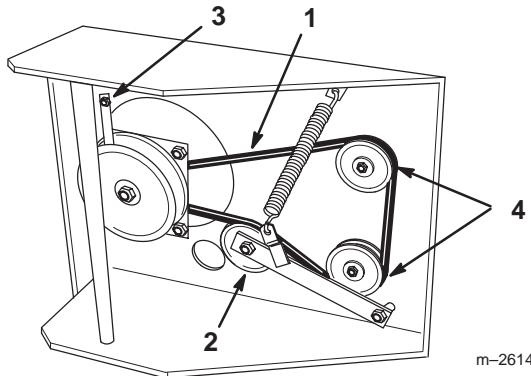

Bild 46
7. Nehmen Sie die linke vordere Motorbefestigungsschraube ab, mit der die Kupplungshalterung am Chassis befestigt ist (Bild 46). Haken Sie die Halterung aus der Kupplung aus und nehmen Sie die Halterung ab.